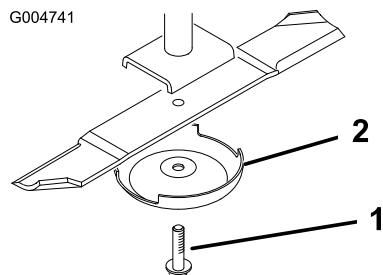

Figure 84
3. Enlevez le boulon, la coupelle de protection et la lame de l'axe de pivot (Figure 84).